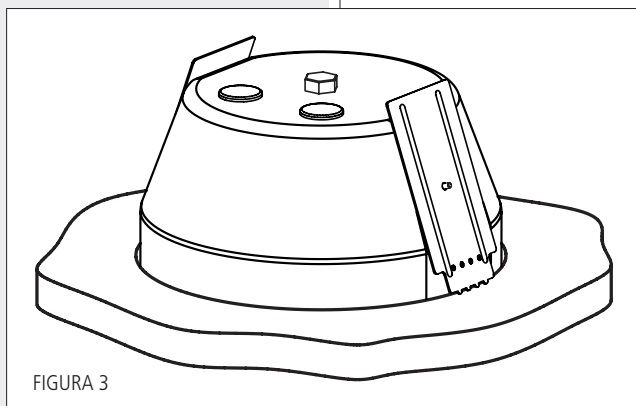

FIGURA 3
4. Svitare nuovamente i due bulloni ad alette **A** e spostare le due piastre di fissaggio **B** verso il basso in modo da bloccare il fondello alla controsoffittatura (come mostrato in figura 3); serrare i due bulloni ad alette **A** ad operazione ultimata.